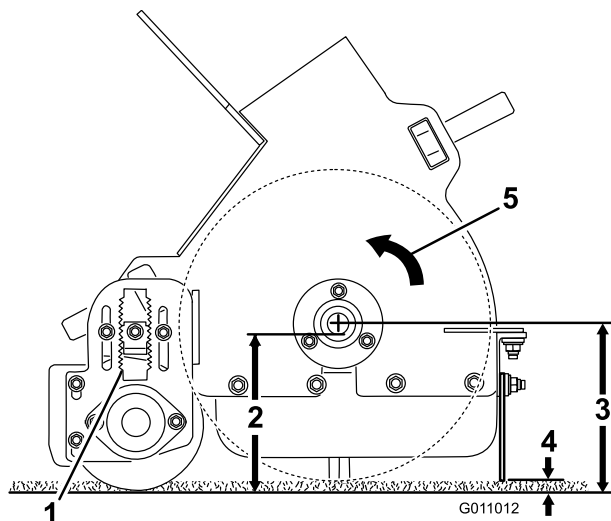
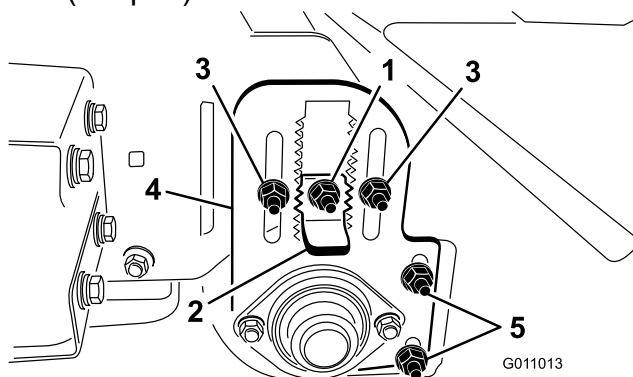

Figura 20
Figura 21
Consulte a Figura 20 e a Figura 21 para uma explicação detalhada dos ajustes recomendados da máquina.
3. Solte a contraporca na chave de ajuste da altura (Figura 21), para poder puxá-la para fora aproximadamente 13 mm (1/2 pol.).
4. Solte as contraporcas de ajuste da altura do rolo (Figura 21).
5. Puxe a chave de ajuste da altura para fora e mova o rolo traseiro para cima ou para baixo, fazendo deslizar a placa de ajuste da altura do rolo para a altura pretendida (Figura 21).
Assegure-se de que o raspador de rolos (Figura 21) está ajustado com uma folga de 2 mm (1/16 pol.) entre o raspador e o rolo. Solte as porcas de ajuste do raspador de rolos, posicione o rolo conforme desejado e aperte as porcas.